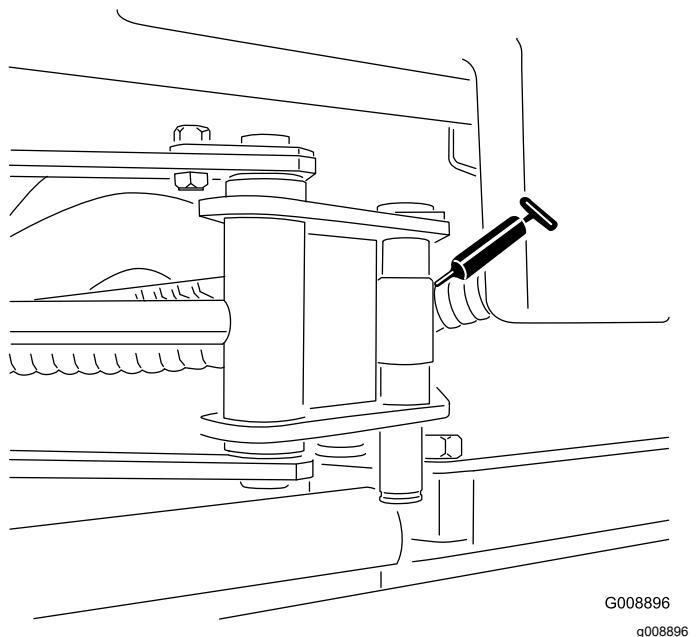

Figure 47
- Extrémités du vérin de Sidewinder (2 ; modèle 03171 seulement) (Figure 47)